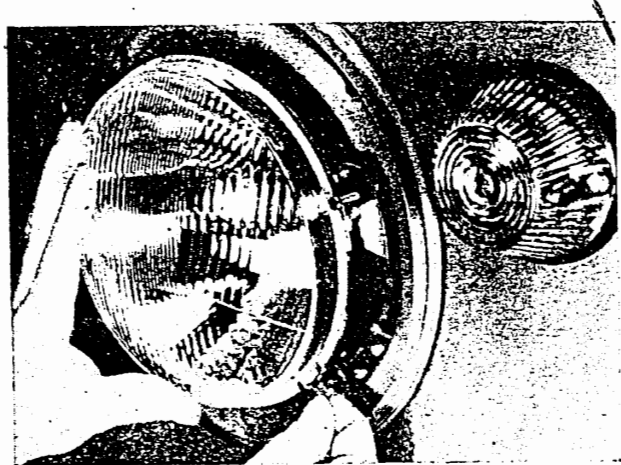

Bild E 4. Abziehen der Klemmbacken
2. Die Klemmbacken des Scheinwerfereinsatzes vorsichtig nach außen drücken, damit das Scheinwerferglas nicht zerstört wird (Bild E 4).